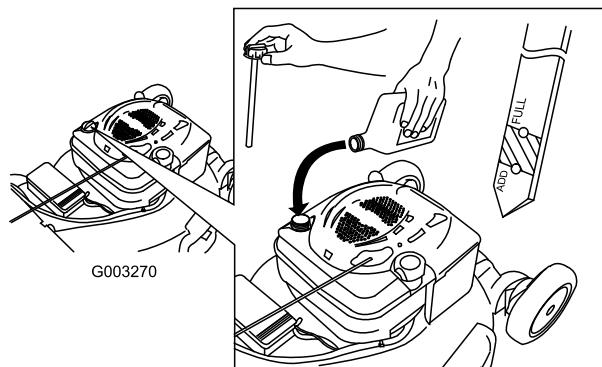

Figura 12
1. Retire la varilla, límpielo, y vuelva a colocarla (Figura 12).
2. Retire la varilla y compruebe el nivel de aceite (Figura 12). Si el nivel de aceite está por debajo de la marca Add de la varilla, vierta **lentamente** aceite en el tubo de llenado hasta que el nivel llegue a la marca Full de la varilla. **No llene demasiado.** (Capacidad máxima: 0,59 l (20 onzas), tipo: SAE 30W, aceite detergente con clasificación de servicio API SF, SG, SH, SJ, SL o superior.)